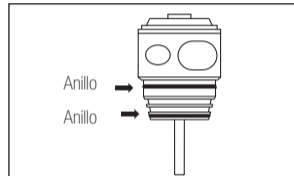

Fig. 10
- Asegúrese de que los dos anillos (Fig.10) estén correctamente colocados en el cartucho.